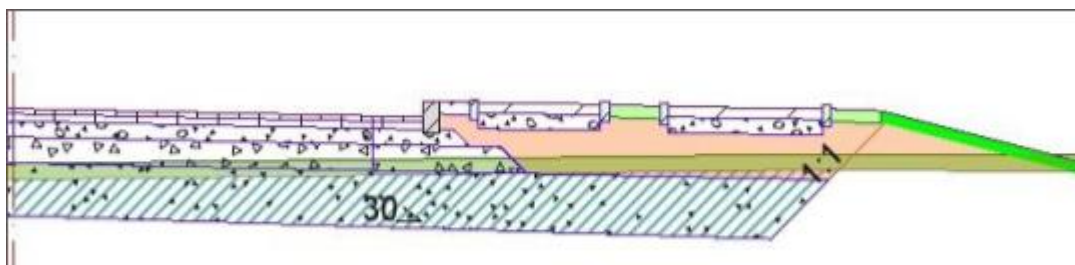

Рис. 7. Корыто в существующем грунте
1. **В существующем грунте** – разработка корыта от линии черного поперечника на глубину, недостающую для укладки всех слоев дорожной одежды и подстилающего слоя (рис. 7, контур корыта выделен штриховкой).
Добавлена возможность создавать тротуары на одних и тех же поперечниках на укрепленной и грунтовой частях обочины (рис. 7, 8).